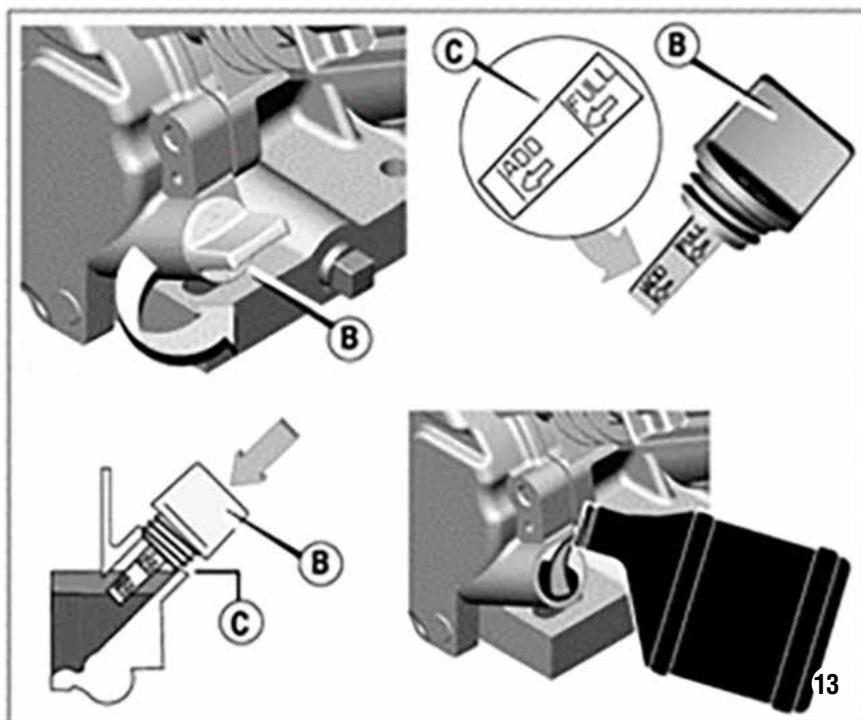

Fig. 13 **Motor Loncin**
2. Llene el aceite hasta la parte superior del cárter con Aceite de Motor SAE 30. Consulte la Fig. 13.